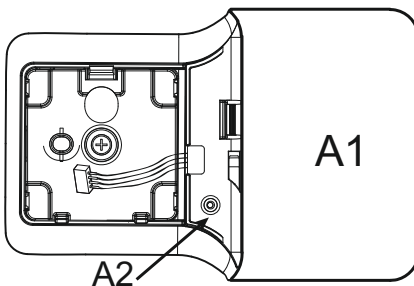
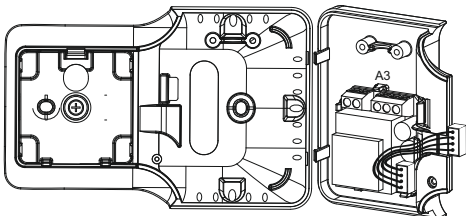

Fig. 3
Fig. 4
3. снимите крышку A1, открутив винт A2 и нажав на точку крепления (Рис.3); доступ к терминалу A3 (Рис.4)
3. to remove cover A1, unscrew screw A2 and press the point of attachment (Fig. 3); access terminal block A3 (Fig. 4)